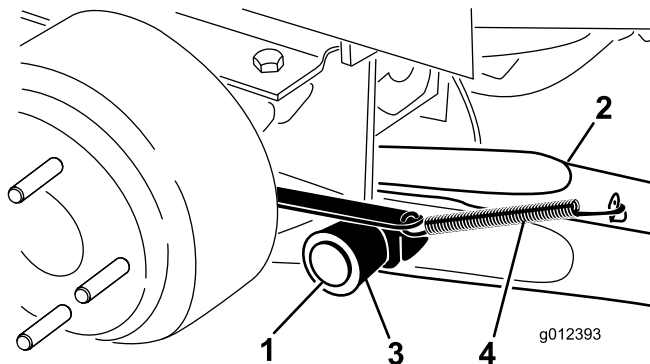

Bild 3
6. Befestigen Sie einen Hubarm mit einem Schwenkstift und einem Splint an der Schwenkhalterung (Bild 3). Montieren Sie den Hubarm so, dass die Biegung nach außen zeigt.
7. Haken Sie die Bremsrücklauffeder in die Lasche am Hubarm ein (Bild 3).